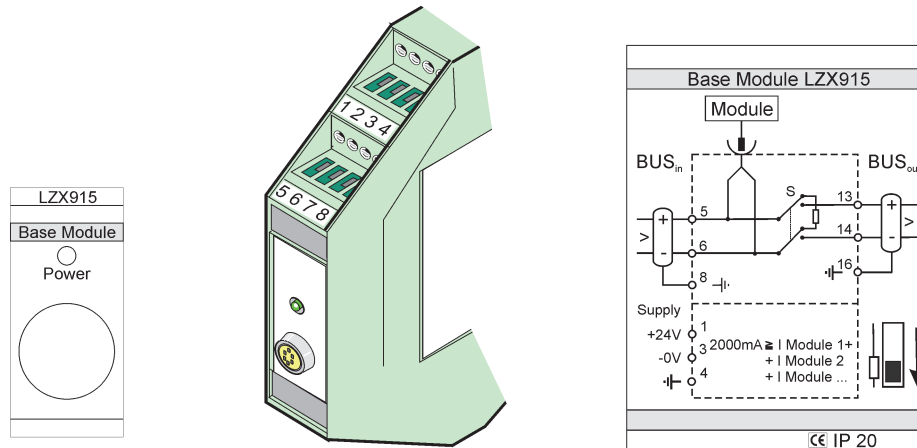

Figura 76 Módulo base externo
4. Realice las conexiones como se muestra en la Figura 76 y en la Tabla 49.